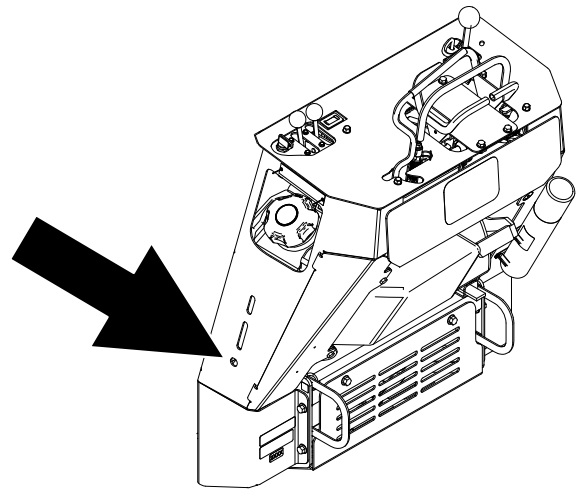

Figura 35
**Nota:** Puede utilizar una extensión de llave de carraca en el taladro mostrado en la Figura 35 para conectar una llave de filtro de aceite.